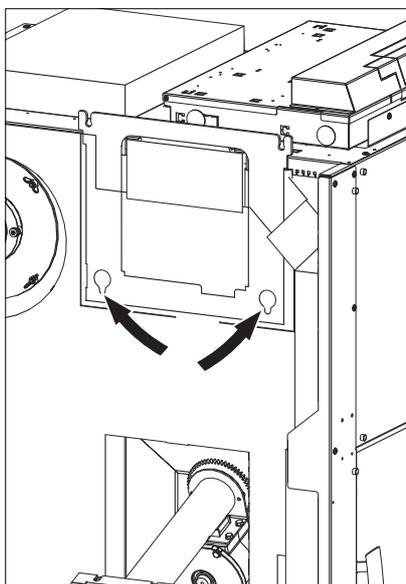

Fig. 36 Piastra di montaggio per serbatoio
- ▶ Agganciare il serbatoio alla piastra di montaggio (Fig. 36) e sistemarlo in basso sulla piastra flangiata del tubo della coclea.